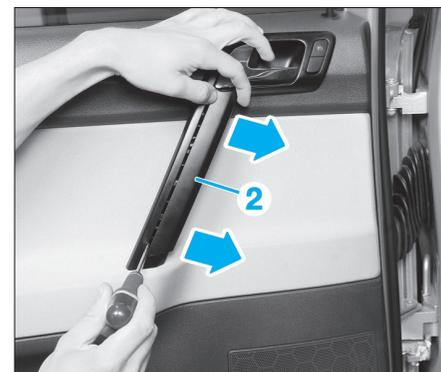

Fig. 67
- Dégrafer la cache de poignée (2) (Fig.67).